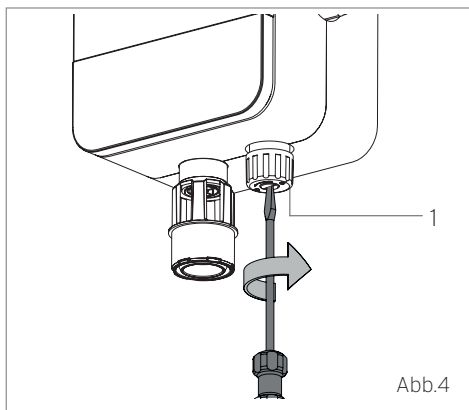

Abb.4
- Abb. 4: Wenn der gewünschte Druckwert erreicht ist, Verstelleinrichtung [Pos. 1] mit einem Schlitzschraubendreher im Uhrzeigersinn drehend festschrauben